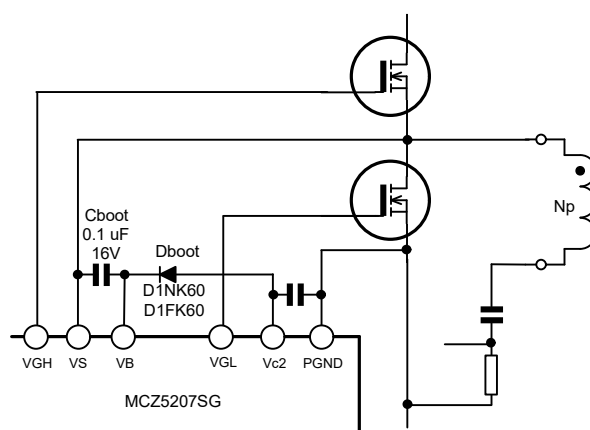

図 14 . Boot Strap ハイサイド Vcc 生成回路
ハイサイド MOSFET 駆動用フローティング電源 (VB) は、図 14 に示すように Vc2 端子の 10.2V レギュレータ出力コンデンサを電圧源として高圧側へ向かうダイオード Dboot とフローティング平滑コンデンサ Cboot によるブートストラップ回路により生成されます。